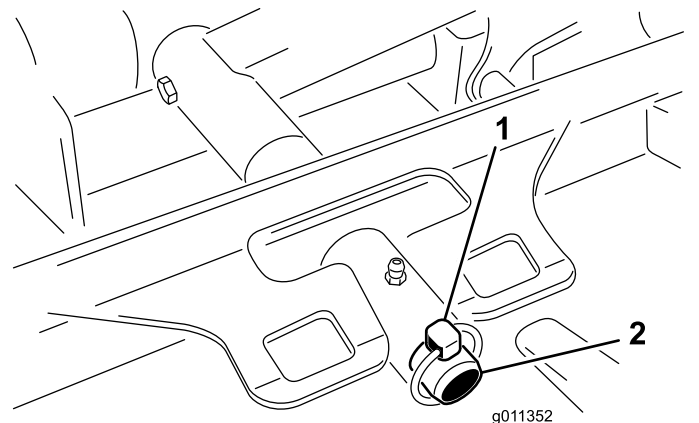

Figura 86
3. Rimuovete l'acciarino (per macchine Groundsmaster 4500) o il dado di fissaggio (per macchine Groundsmaster 4700) che fissa il telaio portante dell'apparato di taglio al perno girevole del braccio di sollevamento (Figura 86).
2. Fate scorrere il telaio portante dell'apparato di taglio sul perno girevole del braccio di sollevamento (Figura 86). Fissate l'apparato di taglio al perno con l'acciarino (per macchine Groundsmaster 4500) o il dado di fissaggio (per macchine Groundsmaster 4700).